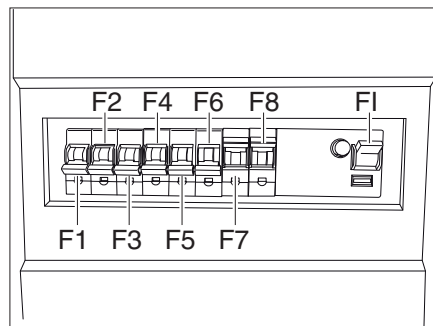

Bild 187 Sicherungskasten
- Sicherungen F4-F6 (Bild 187) einschalten.